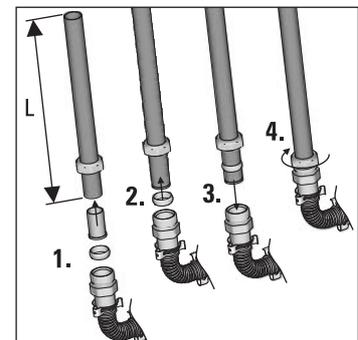

Fig. 3-31 Unir los conductores de conexión con los empalmes
5. Una los tubos de conexión con los racores de aro cortante de los empalmes de conexión (fig. 3-31).